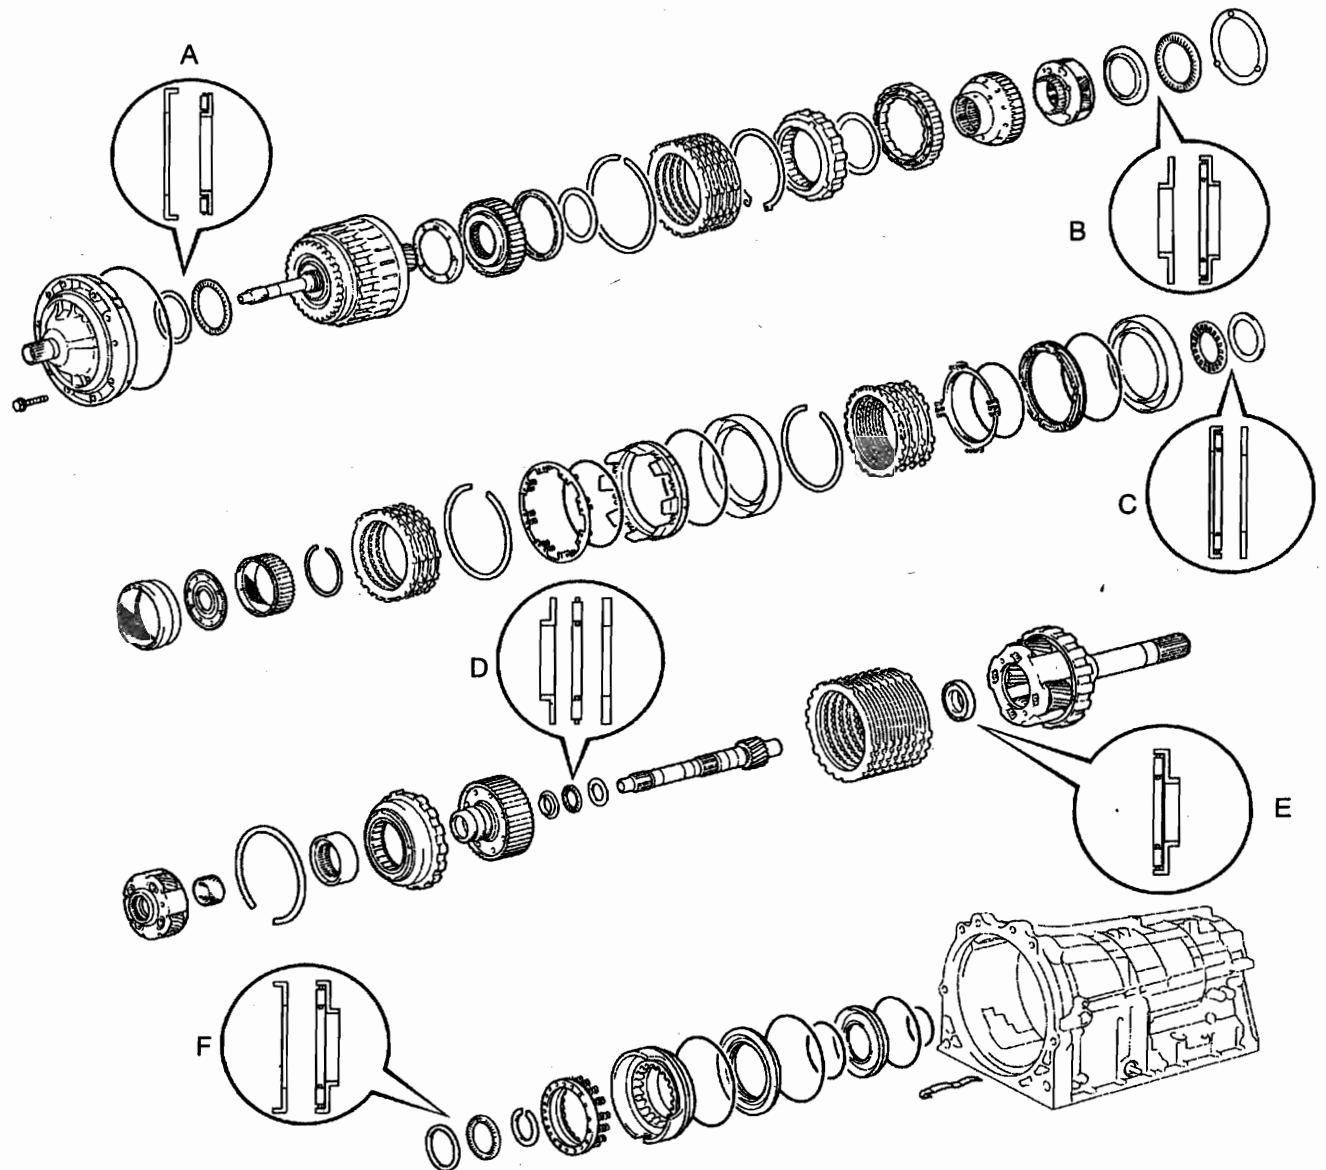

图 12-1-69
(72) 轴承位置。轴承位置见图 12-1-69 所示, 参数见表 12-1-1。